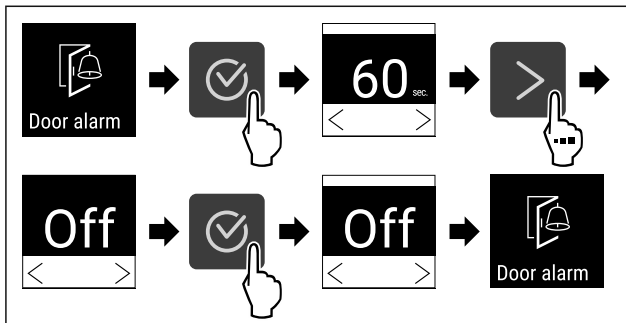

Fig. 118
- ▶ Εκτελέστε τα βήματα ενεργειών (βλέπε Fig. 118) .